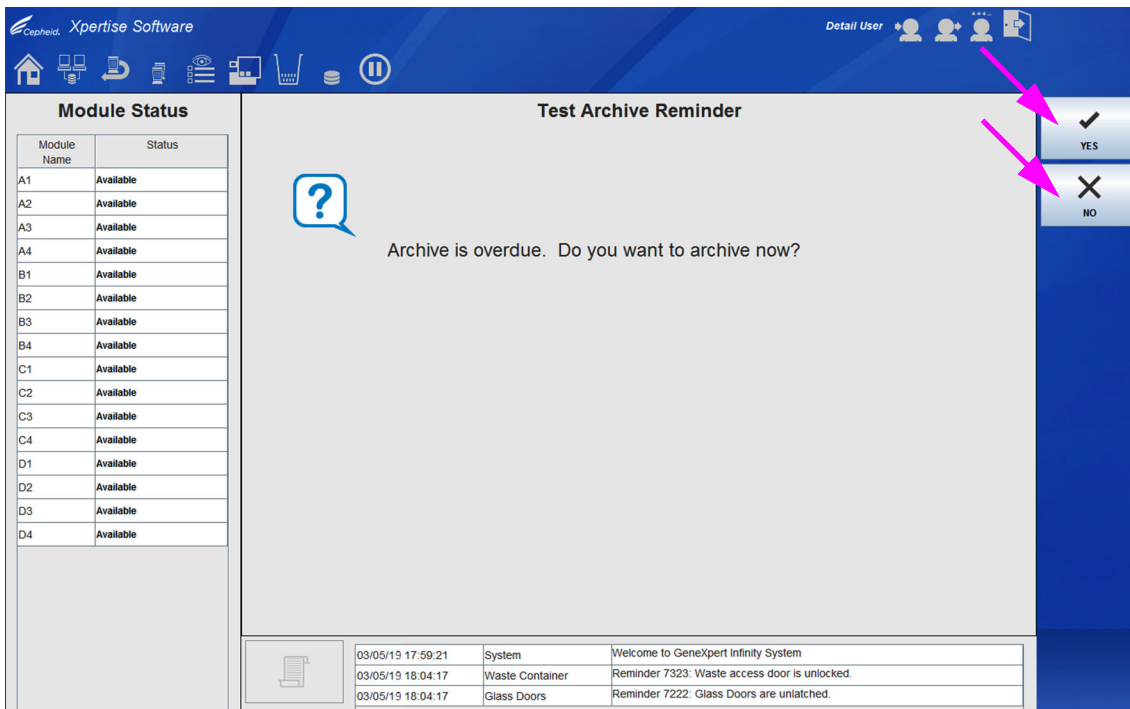
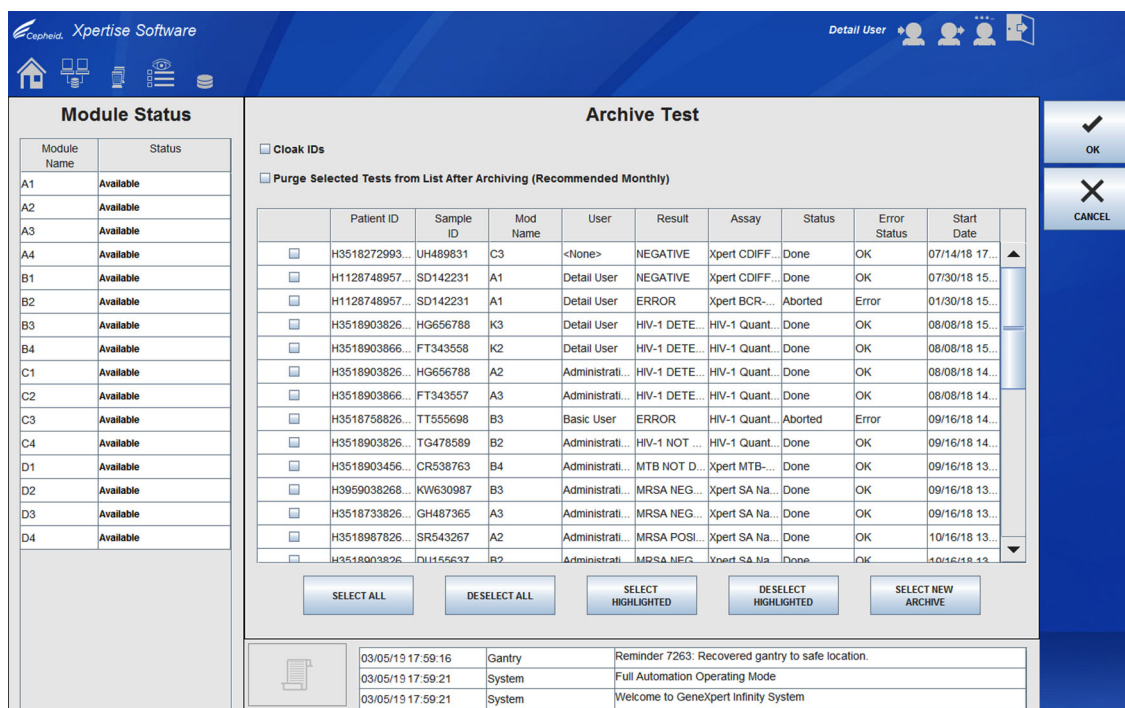

図 5-20. テストアーカイブリマインダーワークスペース
図 5-21. テストのアーカイブワークスペース
アーカイブが期限切れでない場合、または図 2-29 のアーカイブ設定が**手動 (Manually)** に設定されている場合、図 5-20 は表示されません。セクション 5.2.8.3、データベース管理リマインダーに進んでください。
- アーカイブしない場合は、テストアーカイブのリマインダー (Test Archive Reminder) ワークスペースで **NO** を選択します (図 5-20 を参照)。ソフトウェアの終了シーケンスは、アーカイブせずに続行されます。セクション 5.2.8.3、データベース管理リマインダーに進んでください。
- アーカイブする場合は、テストアーカイブのリマインダー (Test Archive Reminder) ワークスペースで **YES** を選択して (図 5-20 を参照)、ソフトウェアの終了シーケンスをアーカイブで続行します。テストのアーカイブ (Archive Test) ワークスペースが表示されます。図 5-21 を参照。